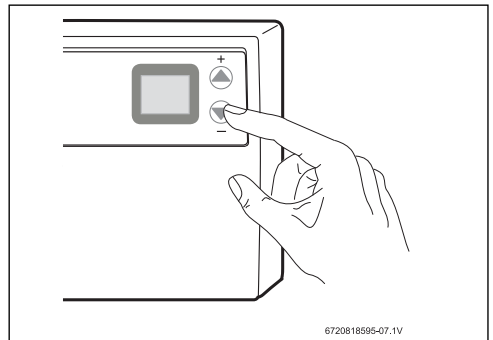

Fig. 21 Reducir la temperatura
- ▶ Pulse ABAJO para reducir la temperatura deseada (Fig. 21).